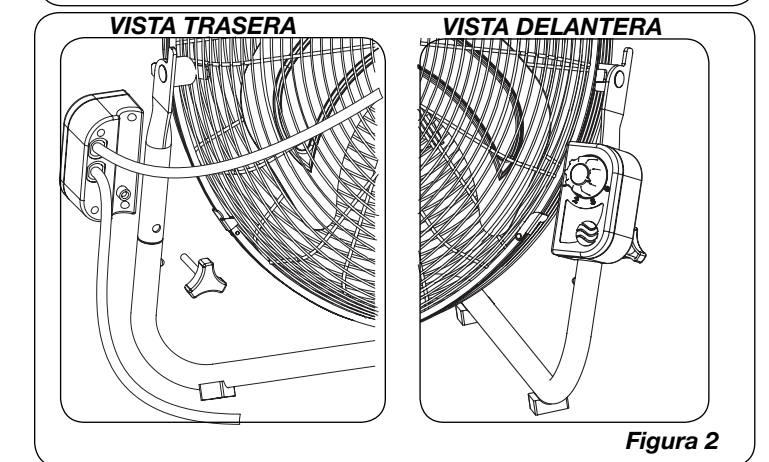

Figura 2
5. Insertar el tornillo de sujeción de la parte trasera del ventilador a travez del orificio en la pata del pedestal tal como se muestra. (Figura 2)